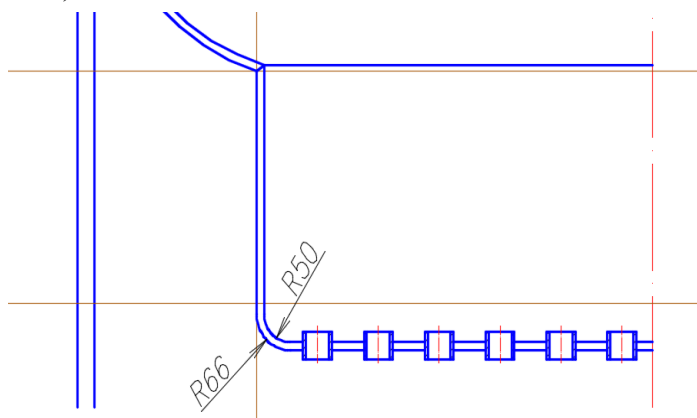

Рис. 89. Сопряжение дна
5.8 С помощью команды **Сопряжение** выполнить сопряжения заданных радиусов (см. рис. 89).